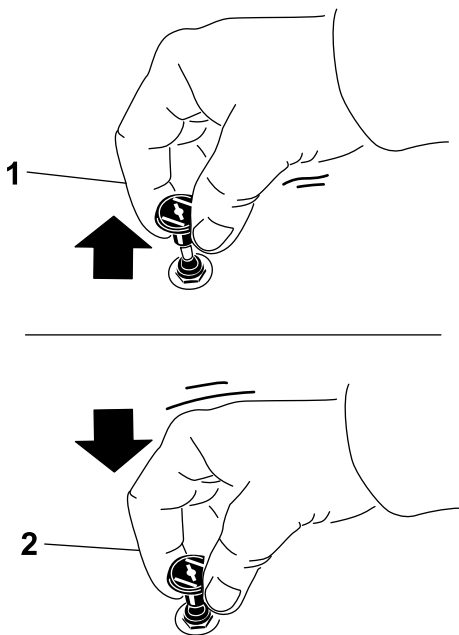

Figure 19
1. Tirez sur la commande de starter pour engager le starter avant d'utiliser le commutateur d'allumage (Figure 19).
2. Poussez sur la commande pour désengager le starter après le démarrage du moteur (Figure 19).